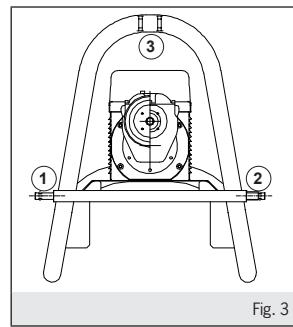

Fig. 3
- che i tre punti di ancoraggio (fig.3) previsti siano perfettamente fissati e bloccati con i pezzi in dotazione. L'errato ancoraggio provoca il ribaltamento della macchina con grave pericolo per l'operatore.
- the three links (fig.3) are perfectly fastened and locked with the accessories provided. If wrongly anchored the machine could tip over causing a severe hazard for the operator.
- les trois points d'ancre (fig.3) prévus sont parfaitement fixés et bloqués avec les pièces fournies. Un ancrage incorrect provoque le basculement de la machine et constitue donc un grave danger pour l'opérateur et l'endommagement du produit.